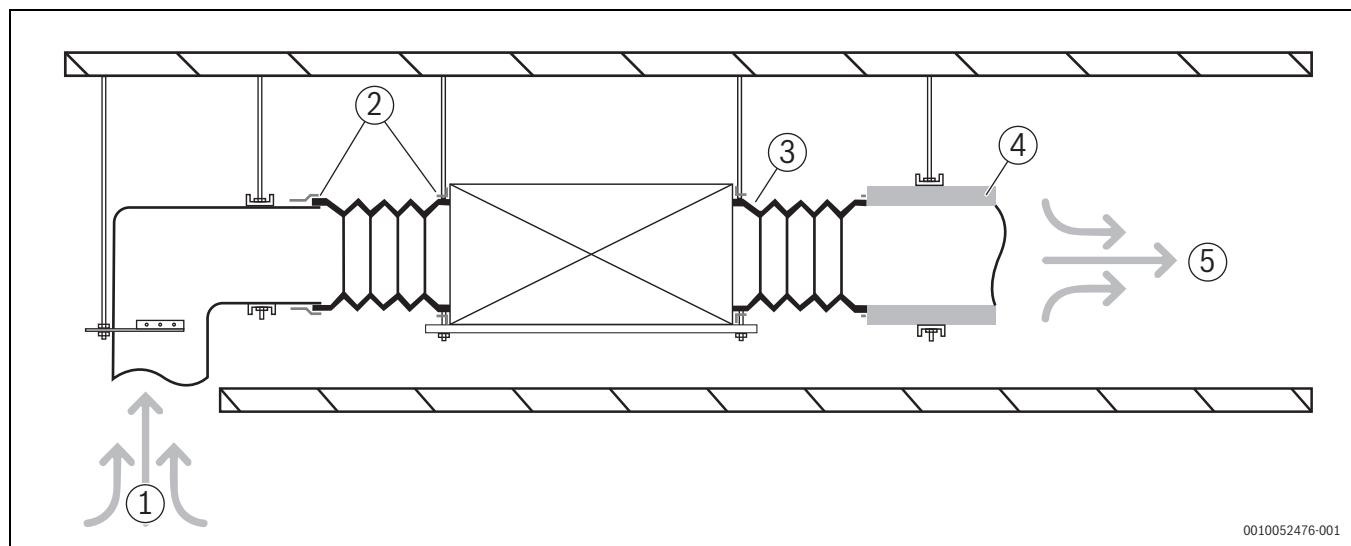

Fig. 28 Unitate de conductă cu cerințe de presiune statică
6. Raccordați conducta de aer conform Fig. 28. Este necesară pregătirea la față locului a tuturor componentelor cu excepția aparatului de aer condiționat.
**Legendă Fig. 28:**